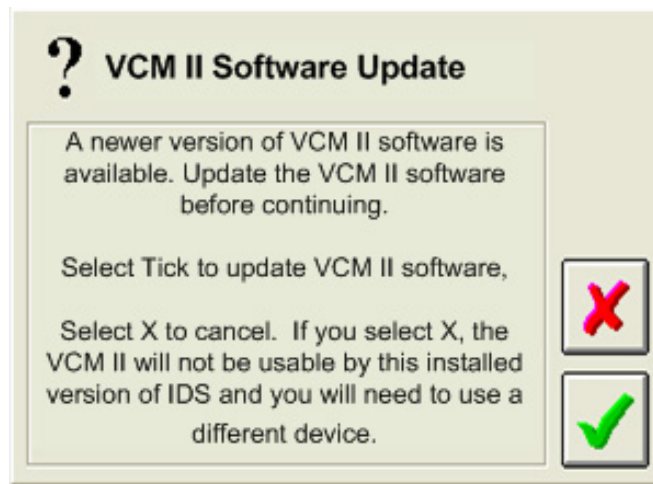

FIGURE 3: FENÊTRE CONTEXTUELLE **VCM II** SOFTWARE UPDATE
Le système **IDS** vous avise si la version du logiciel du module **VCM II** est désuète. Dans ce cas, le système **IDS** vous invite à mettre à jour le logiciel du module **VCM II** au moyen de la fenêtre contextuelle à la FIGURE 3. La fenêtre contextuelle peut contenir des renseignements si des applications, comme l'enregistreur de bord, sont installées sur le module **VCM II**.
10. La fenêtre contextuelle du système **IDS** illustrée à la FIGURE 3 apparaît pour signaler à l'utilisateur qu'une nouvelle version du logiciel du module **VCM II** est disponible. Cliquez sur le crochet (**Crochet**) pour mettre le logiciel du module **VCM II** à jour.